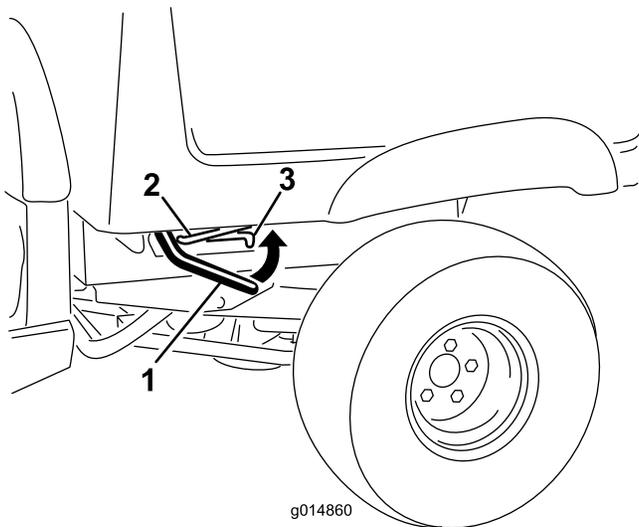

Figure 13
1. Levez le levier de chaque côté du plateau et levez le plateau (Figure 13).
1. Levez légèrement le plateau en levant le levier de verrouillage (Figure 13).